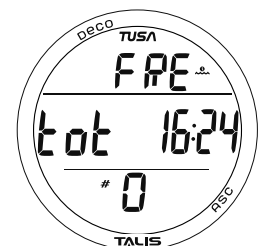

Abb. 4 - FREE-MODUS-
- >> FREE (Freitauchmodus) (Abb. 4) zum atemlosen Tauchen ohne Tauchgerät.